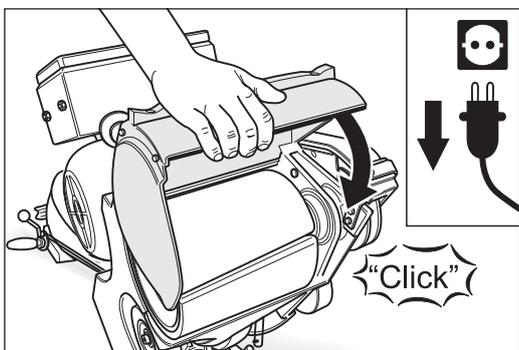

Abb. 19 Den Walzendeckel nach unten klappen. **Darauf achten, dass er fühlbar einrastet!**
- 12 Schließen Sie die Gehäuseöffnung, indem Sie den Walzendeckel nach unten klappen. **Achten Sie darauf, dass der Deckel fühlbar einrastet (Abb. 19)!**